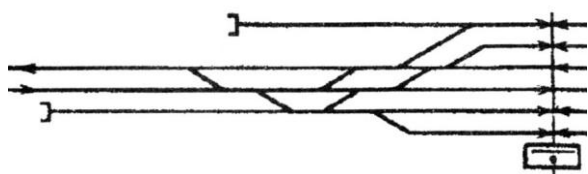

Рисунок 11
- 3 На схематическом плане станции (рисунок 11) произведите: